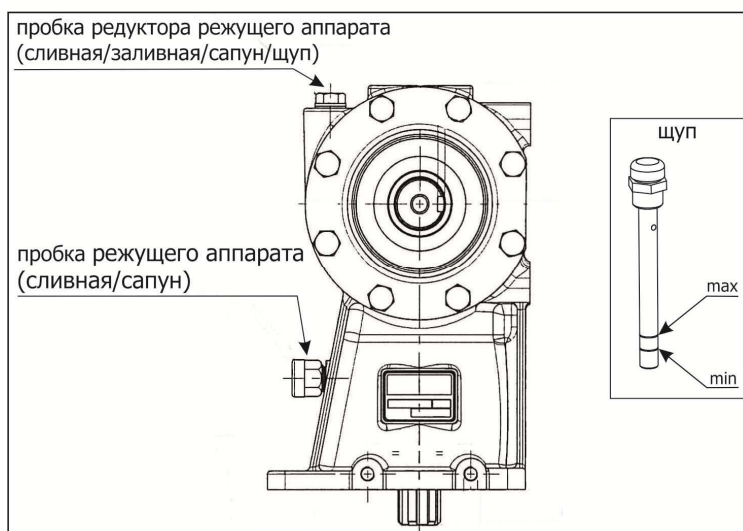

Рисунок 7.5 – Редуктор режущего аппарата
7.3.5 Для заполнения редуктора режущего аппарата маслом предусмотрена заливная пробка, которая является также щупом, сливной пробкой и сапуном (рисунок 7.5).